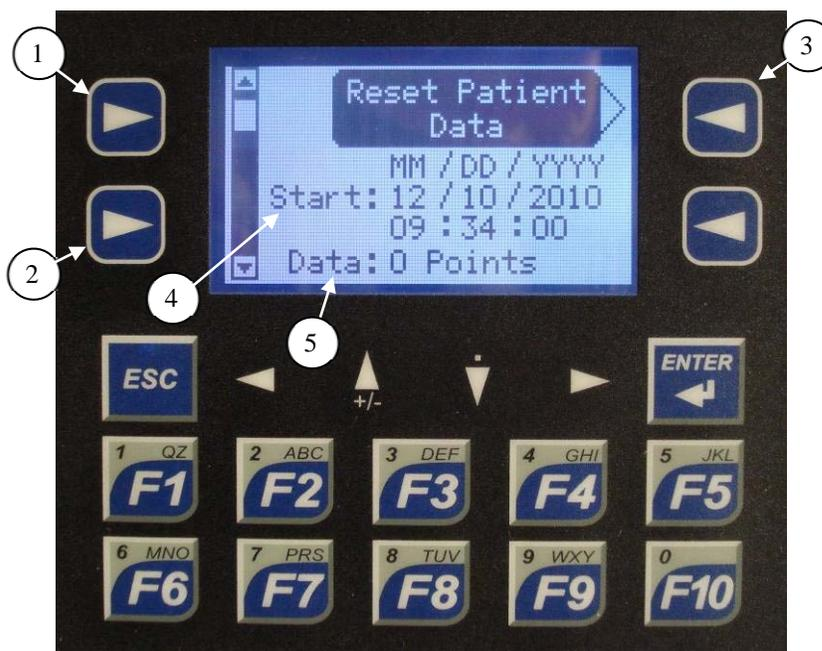

Figura 8H, Schermata Parametri del medico 1
Nella figura 8H è illustrata la prima schermata dei parametri del medico.
2. Premere il pulsante programmabile inferiore destro [No] per interrompere l'azzeramento. Il display ritornerà alle schermate dei parametri del medico illustrate nella figura 8H.